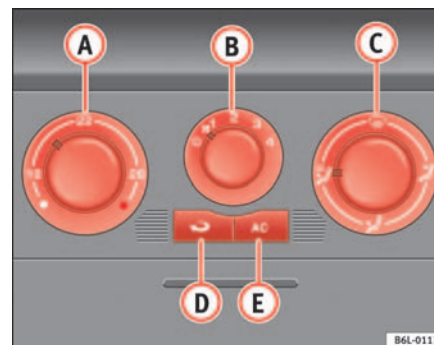

Fig. 88 Sur le tableau de bord : éléments de commande du climatiseur
- Les régulateurs ⇒ fig. 88 ① et ③ et la commande ② permettent de régler la température, la distribution de l'air et la vitesse de la turbine.
- Appuyez sur la touche ④ ou sur la touche ⑤ pour activer ou désactiver la fonction correspondante. Quand la fonction est active, un témoin sur la touche s'allume. ►